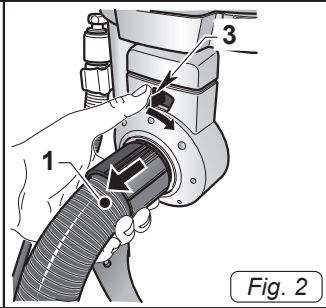

Fig. 2
- Для отсоединения муфты (1 Рис. 2) сместить рычажок (3 Рис. 2) по часовой стрелке, затем потянуть муфту по направлению наружу (1 Рис. 2).